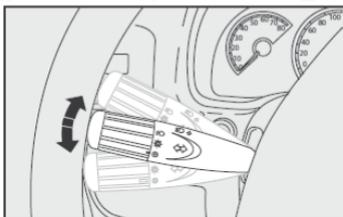

fig. 72
**Luces direccionales - fig. 72**